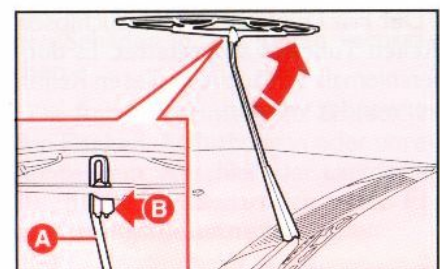

Abb. 23
1) Den Scheibenwischerarm **A**, **Abb. 23** von der Scheibe abheben und das Wischerblatt so stellen, dass es einen 90° Winkel zum Arm bildet.